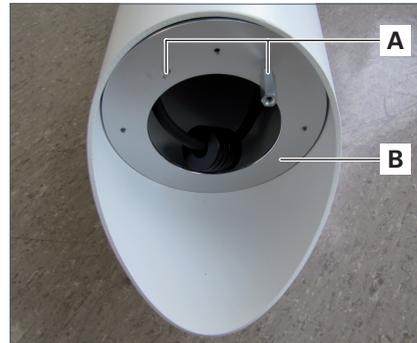

Fig. 1: Abstandsbolzen herausdrehen.
2. Drehen Sie die beiden Abstandsbolzen **A** heraus, siehe Fig. 1.
3. Nehmen Sie den Filtring **B** ab, siehe Fig. 1.